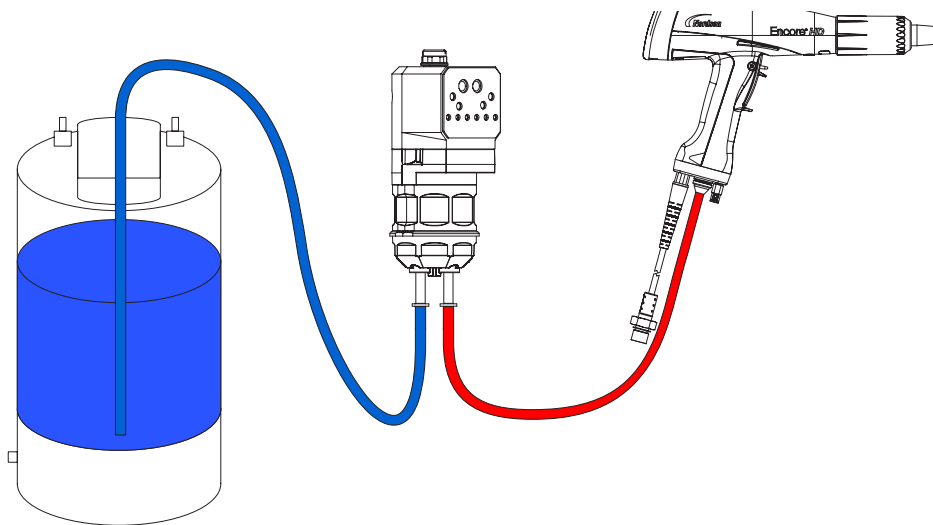

Abbildung 13 Schlauchanschlüsse
1. Die Ansaugschläuche wie in Abbildung 13 gezeigt anschließen.